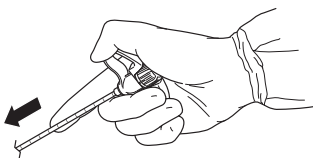

Abbildung 1 – Einheit Zugangskanüle/Mandrin einführen
2. Die Einheit Zugangskanüle/Mandrin unter fluoroskopischer Kontrolle in den Operationssitus einführen (Abbildung 1).